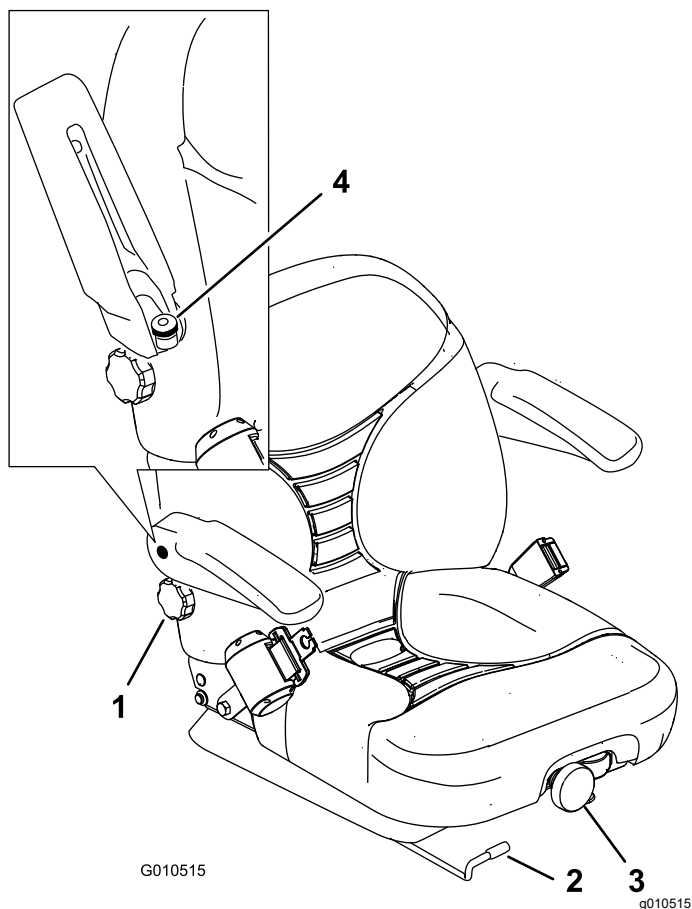

図 30
1. 調整は、レバーを横に動かしてシートのロックを解除して行う 図 30。
調整は、前部についているノブを回して最も乗り心地が良い位置にセットします 図 30。
調整は、右側背レストの下にあるノブを回して最も乗り心地が良い位置にセットします 図 30。
調整は、アームレストを上げ、ノブを回して行います 図 30。